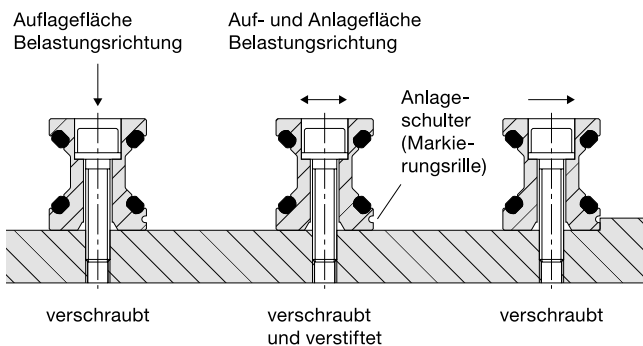

Abbildung 5: Befestigung Schienen
3. gegen eine Anlageschulter angelegt und verschraubt werden (Abbildung 5).